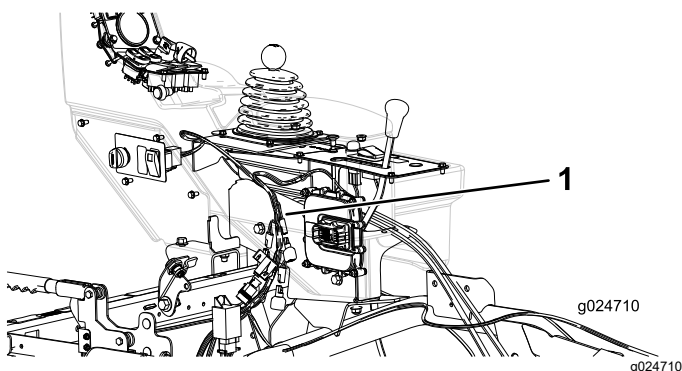

Figura 6
2. Enrute el arnés de cables hasta la consola lateral (Figura 6).